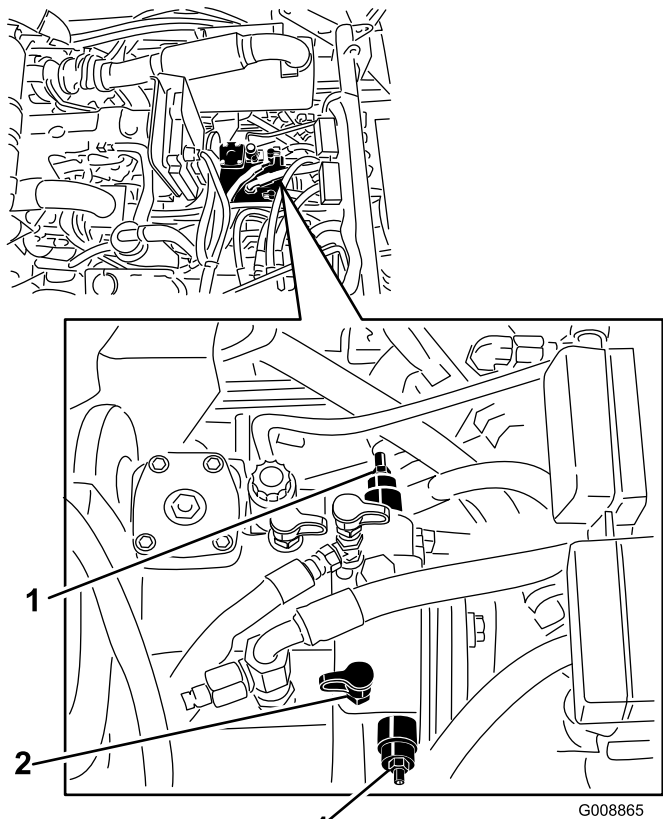
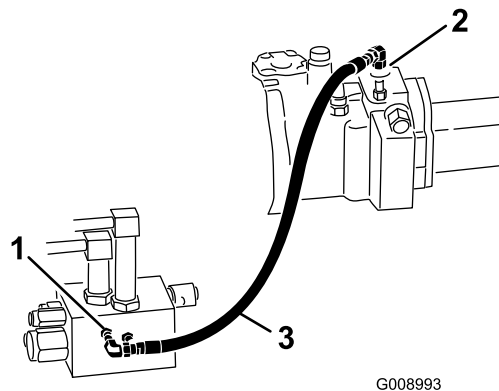

図 35
図 36
1. フードを開け、ポンプの側面についているバイパスバルブを探し出す（図 35）。
2. バルブを開くには、まず、各バイパスバルブの柄についているジャムナットをゆるめる（図 35）。
**重要** 機械を後ろに押して移動させる場合には、4輪駆動マニホールドのチェック・バルブもバイパスさせる必要があります。チェックバルブをバイパスするには、ホース・アセンブリ（ホース Part No. 95-8843, カップラフィッティング No. 95-0985 [2個], 油圧フィッティング No. 340-77 [2個]）で後退油圧テストポート（図 35 と図 36）に接続し、後退4輪駆動油圧ポート（図 36）につなぐ必要があります。